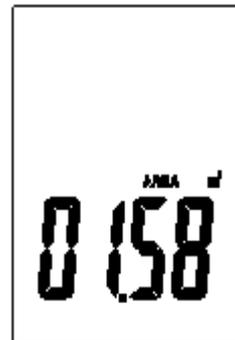

Figura 3
3. Prema  o  perché appaia la unità che vuole cambiare (vedere Figura 3)